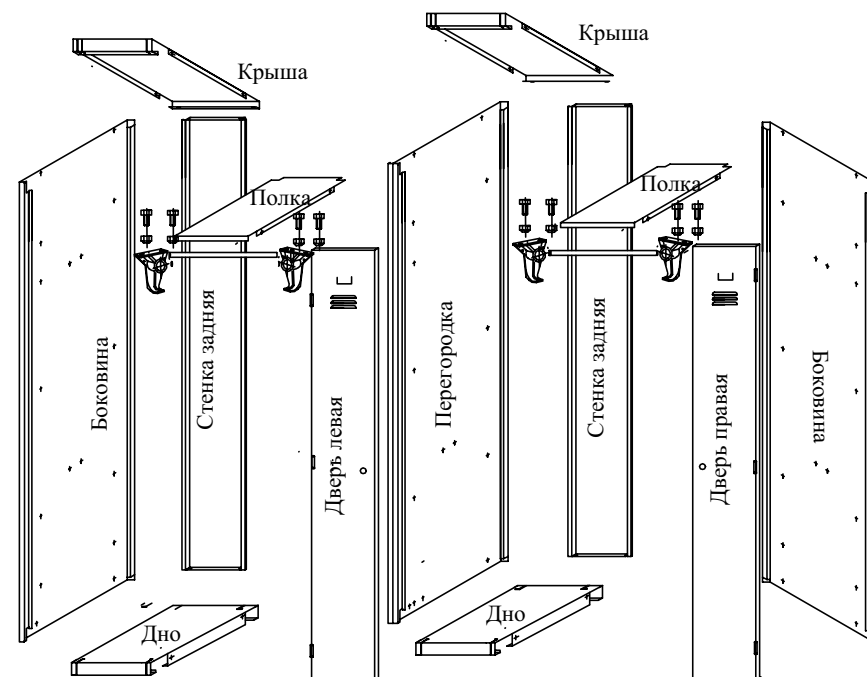
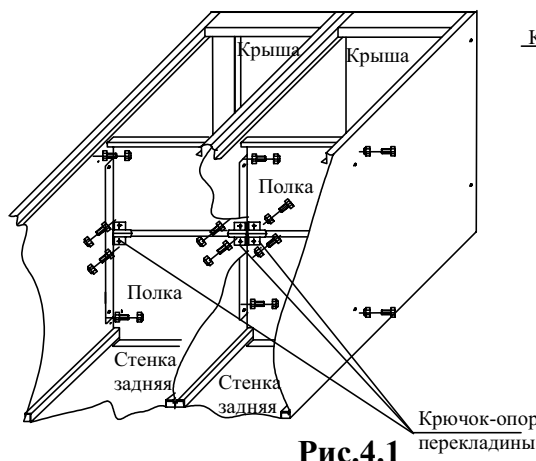
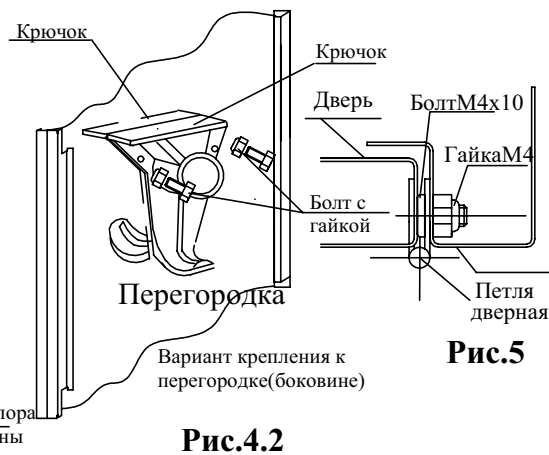

Рис.6
Рис.4.1
Рис.4.2
4.3. Установить полку(полки) в образованные ниши шкафа в соответствии с рис.6,7,8,9. Все полки размещаются отгибами вниз шкафа. (Рис.4.1). Отверстия на каждой полке совместить с отверстиями на боковинах (перегородках доп. секций). В каждые совмещенные отверстия с внешней стороны вставить болт, изнутри закрутить до упора гайку. При сборке в линию базовой секции и нескольких дополнительных секций для закрепления полок с двух сторон перегородок используется один комплект болт-гайка. Крючки для одежды и перекладины крепятся к полкам с нижней стороны по соответствующим отверстиям на полках с помощью соединения болт-гайка (по два комплекта на крючок) В шкафах ШРС12 и ШРС12(400), включая и дополнительные секции, в верхних ячейках крючки крепить к боковым стенкам по соответствующим отверстиям на крючках и боковинах. Способ крепления тот же. Гайки закручивать до упора. Схема установки крючков представлена на рис.4.2.
Поставить шкаф в вертикальное положение. В дверные отверстия вставить замки, закрепив их с усилием с внутренней стороны гайками (комплектация замков). Приклеить амортизаторы дверей к отгибам боковин. На шкафах ШРС11, ШРС22 и ШРС11дс амортизаторы приклеиваются на расстоянии 400мм от верха и низа шкафа в местах прилегания дверей, На ШРС12 и ШРС14 амортизаторы приклеиваются к отгибам боковин в местах прилегания углов каждой двери. (рис.6,7,8,9)